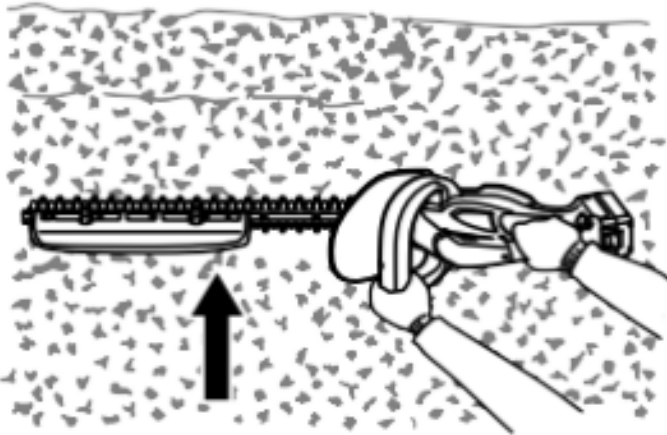

Рисунок 7. Схема бічного підстригання зелених насаджень.
4. Увімкнути кущоріз та виконати заплановані роботи з підстригання зелених насаджень у вертикальній площині. Підстригати боки зелених насаджень під прямим кутом для рівномірного підстригання (дивись рис. 7).